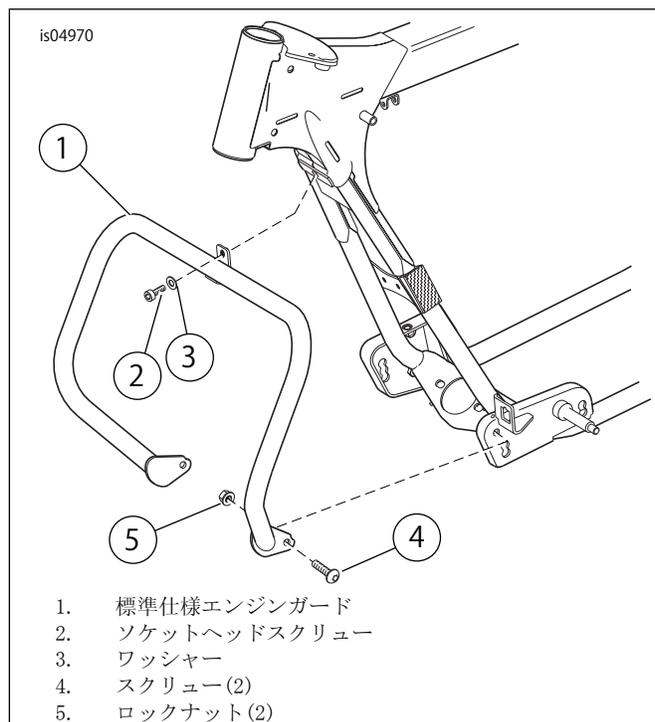

図3。エンジンガードの取り付け
- 「図3」を参照してください。取り付けられているエンジンガード(1)の下を車両のフレームに固定しているスクリュー(4)2本とロックナット(5)を外して捨てます。